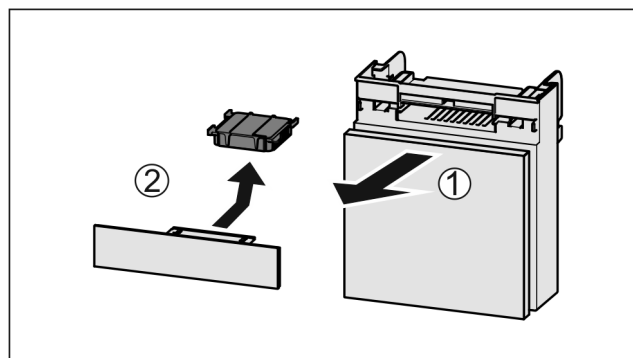

Fig. 134
- Zásuvku vytáhněte dopředu Fig. 134 (1).
- Filtr s aktivním uhlím vyjměte Fig. 134 (2).